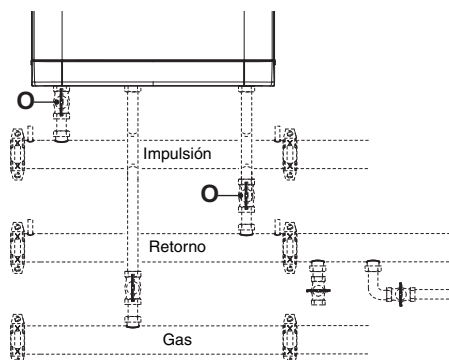

Fig. 9.3
- Cierre las llaves de impulsión y retorno (O) incluidas en la instalación Fig. 9.3.